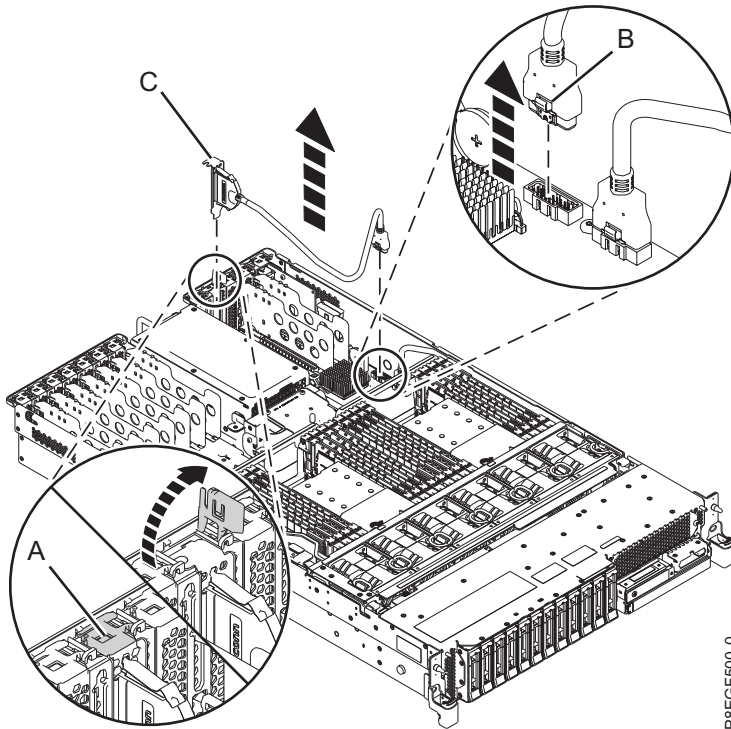

Figure 1. Retrait du câble USB arrière
2. A l'arrière du système, appuyez sur le taquet de la carte (A) et soulevez le boîtier du câble (C), comme illustré dans la figure 1, à la page 4.